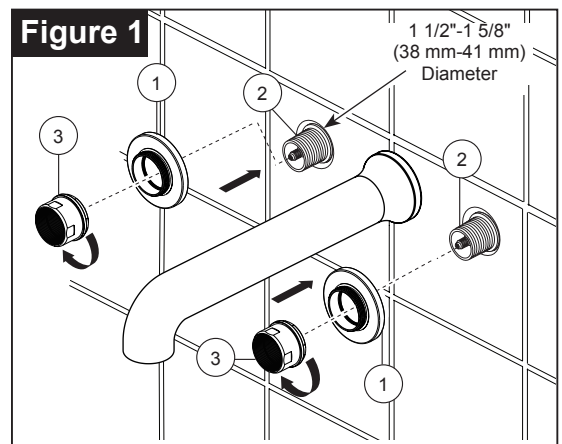
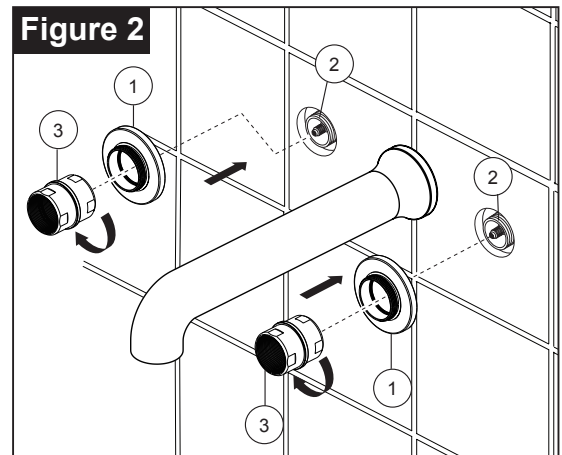

Figure 1
Figure 2
Install handle flange (1) onto mounting sleeve (2) and secure with flange nut (3). **NOTE: Have the side of flange (1) with gasket toward the wall.** If mounting sleeve (2) is extending from finished wall more than 3/8", use the short flange nut as shown in **Figure 1**. If mounting sleeve (2) is sub flush or extending less than 3/8" from finished wall, use the long flange nut as shown in **Figure 2**.
Instale el soporte del mango (1) en el manguito de montaje (2) y fíjela con la tuerca con reborde (3). **NOTA: Ponga el otro lado del reborde (1) con junta hacia la pared.** Si el manguito de montaje (2) se extiende de la pared acabada más de 3/8", use la tuerca con reborde pequeña como se muestra en la **imagen 1**. Si el manguito de montaje (2) está ligeramente sobre la superficie o se extiende de la pared menos de 3/8", use la tuerca con reborde grande (3) como se muestra en la **imagen 2**.